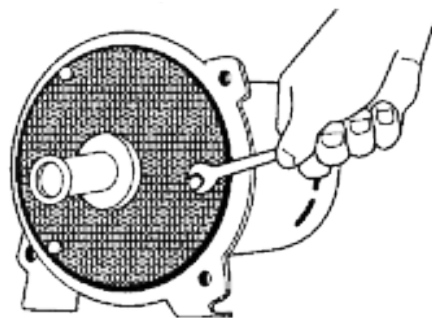

Figure 24 : Retirer le diffuseur
3. Retirez les trois vis d'assemblage qui maintiennent le diffuseur sur la plaque d'étanchéité et retirez le diffuseur. Lors du remplacement du diffuseur, utilisez trois cales d'une épaisseur de 0,010 po également espacées entre l'œil de la impulseur et l'ouverture du diffuseur. Cela permet de centrer le diffuseur et d'éviter le frottement de la impulseur (figure 24).